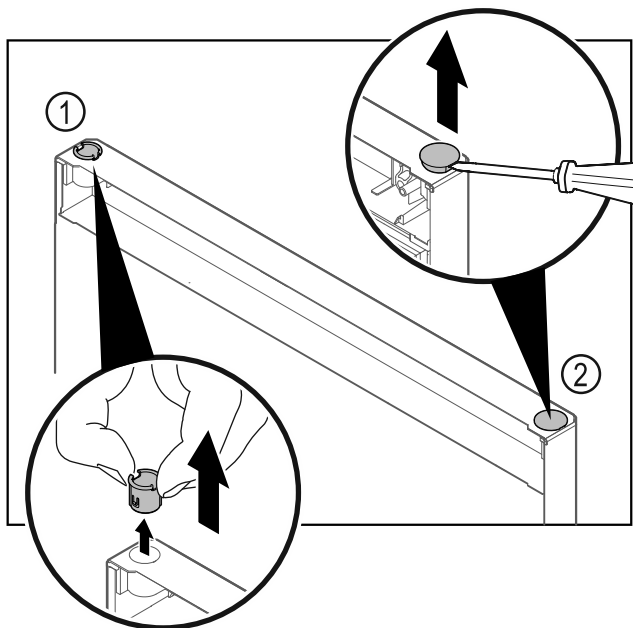

Fig. 35 Külmutusosa uks
- ▶ Tõmmake šarniiripuks Fig. 35 (1) sõrmedega välja.
- ▶ Tõstke kattekork Fig. 35 (2) ettevaatlikult lapikkruvikeerajaga üles ja tõmmake välja.